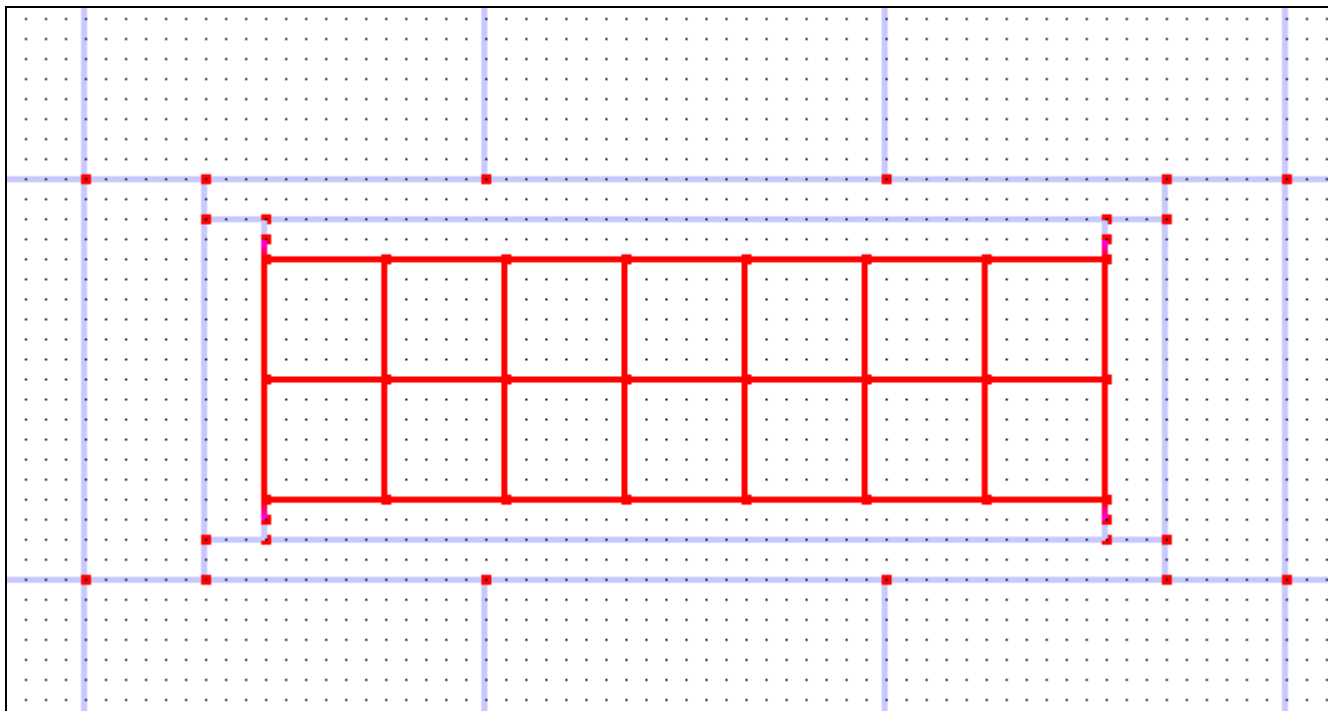

Рис. 3-36. Модель здания ОПУ с системой уравнивания потенциалов.
10. Теперь нужно дорисовать связки между СУП (по углам сетки) и периметральным контуром заземления. При этом начинаться линия должна на уровне -500 мм координаты «Z», а заканчиваться на уровне 500 мм. В результате должна получиться модель, представленная на Рис. 3-36. Узлы в местах пересечения поверхности земли будут добавлены автоматически.